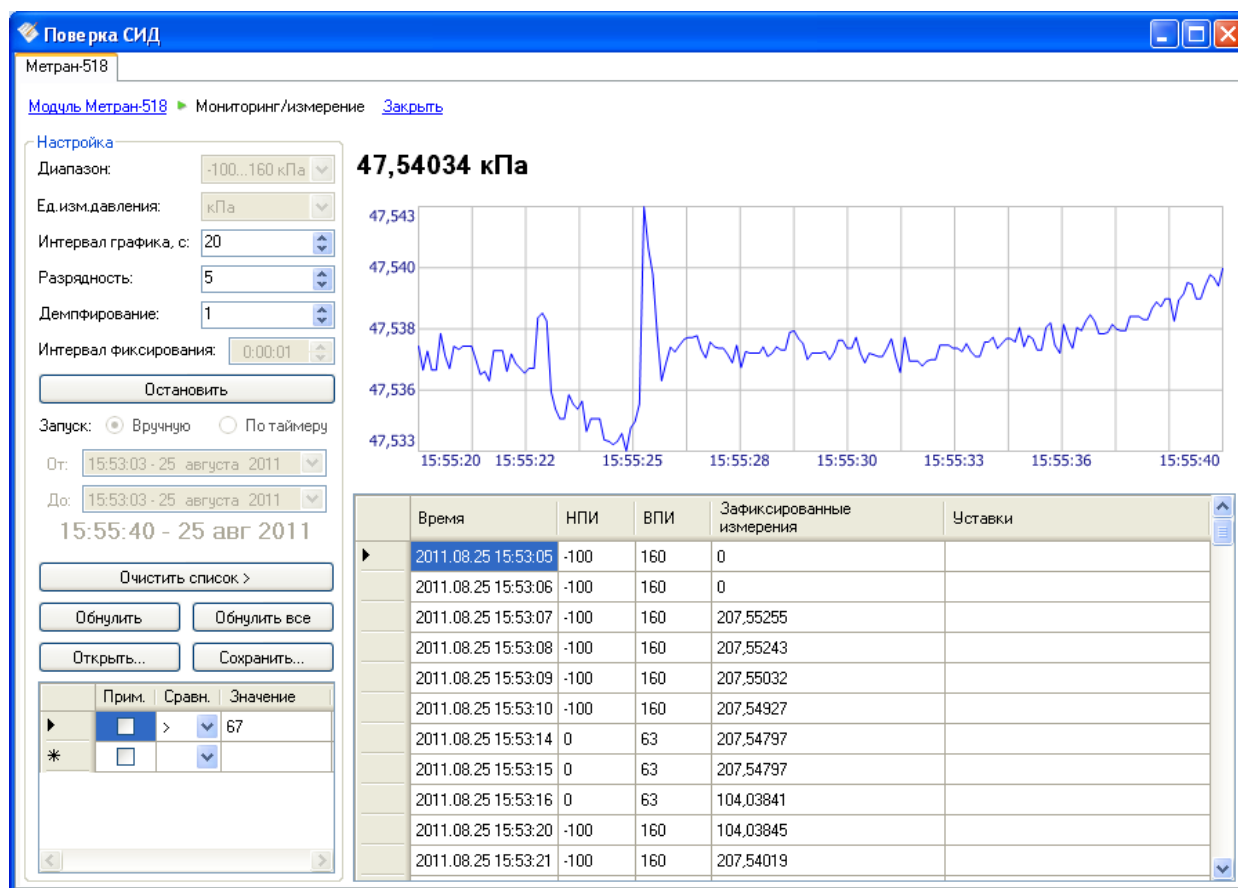

Рисунок 4.101 – Режим мониторинга с модулем Метран-518
- Мониторинг/измерение (см. Рисунок 4.101);
В окне программы расположены компоненты (см. Рисунок 4.101):